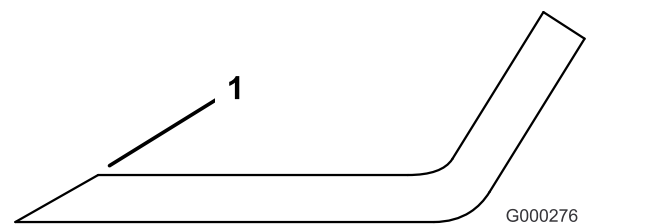

Figura 105
3. Esaminate l'affilatura di tutte le lame e affilate se risultano smussate o scheggiate (Figura 105).
**Nota:** Affilate soltanto la parte superiore del tagliente e mantenete l'angolo di taglio originale per garantire l'affilatura (Figura 105). La lama resta bilanciata soltanto se viene rimossa una quantità uguale di metallo da entrambi i taglienti.